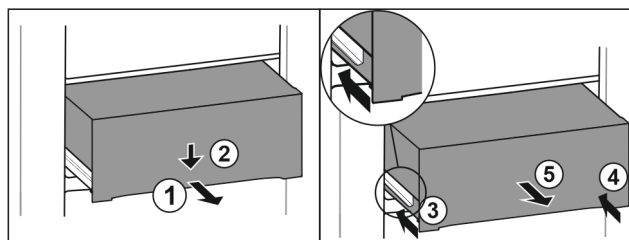

Fig. 226
- Estrarre il cassetto a metà. Fig. 226 (1)
- Premere il cassetto sul lato anteriore verso il basso. Fig. 226 (2)
- Spingere la guida sinistra di circa 2 cm verso l'interno. Fig. 226 (3)
- Spingere la guida destra di circa 2 cm verso l'interno. Fig. 226 (4)
- Rimuovere il cassetto tirandolo in avanti. Fig. 226 (5)